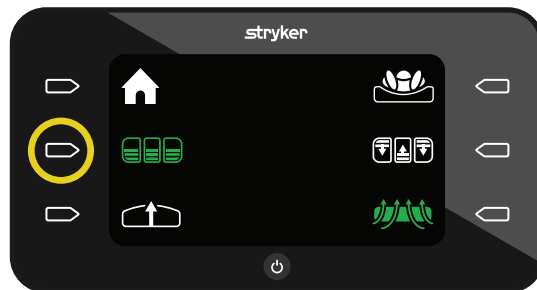

Figura 28 – Modo estático desligado
2. Para iniciar o modo estático, prima o botão de **Ação** perto do ícone **Modo Estático** (Figura 28).